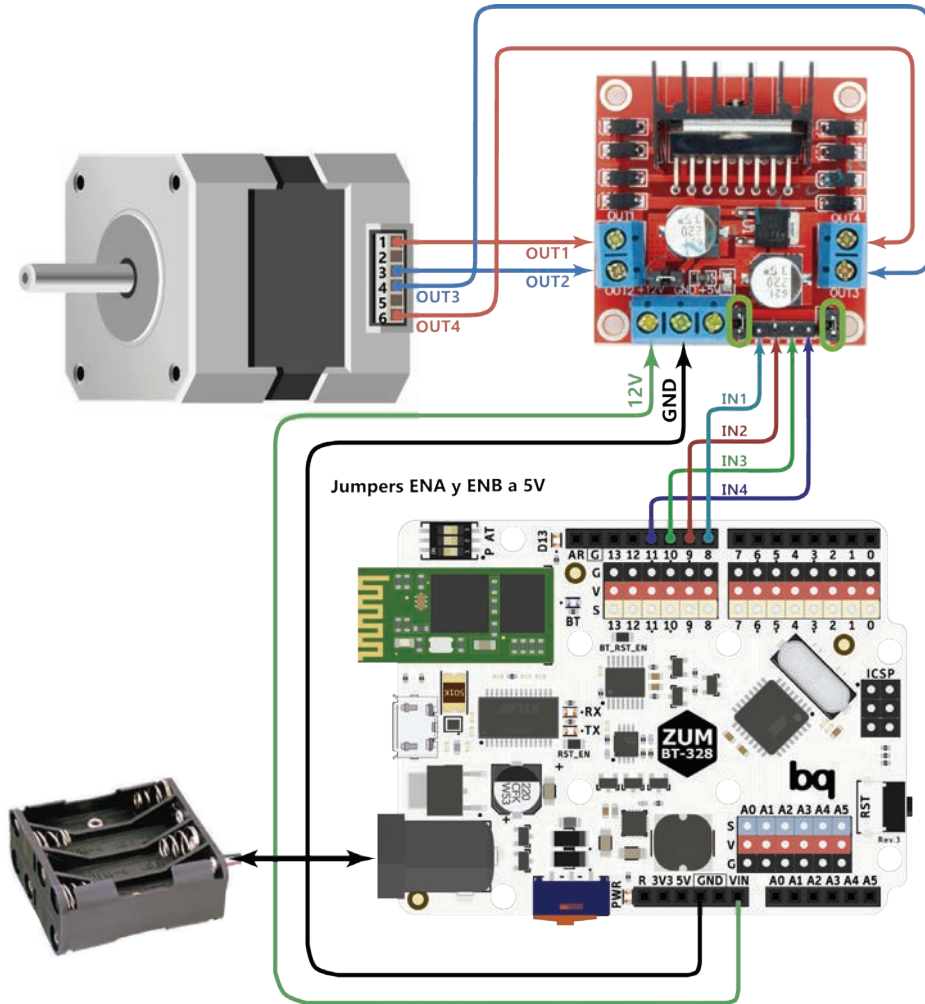

Figura 1.2-110. Conexión de un motor paso a paso a una tarjeta basada en el L298N y un Arduino UNO compatible
Debemos conectar los cuatro cables del motor a la tarjeta con el L298N. Cada pareja de cable corresponde a un bobinado del motor, por lo que conectaremos un bobinado a la salida “*motor A*” del L298N y otro bobinado a la salida “*motor B*”. Utilizaremos cuatro pines de la tarjeta Arduino para controlar la activación de las bobinas que realiza el L298N. El conexionado queda tal como se muestra en la Figura 1.2-110. En concreto, estas son las conexiones que debemos hacer:
- Cables motor → Pin *Motor A* y Pin *Motor B* de placa L298N como se muestra en la Figura 1.2-110.